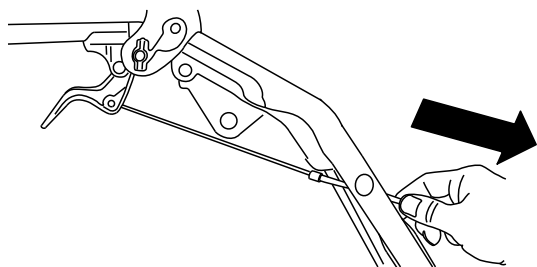

Рисунок 8
4. Аккуратно потяните оболочку троса так, чтобы рычаг муфты свободного хода опустился вниз и провисание троса было устранено, затем надежно затяните гайку зажима троса (Рисунок 8).